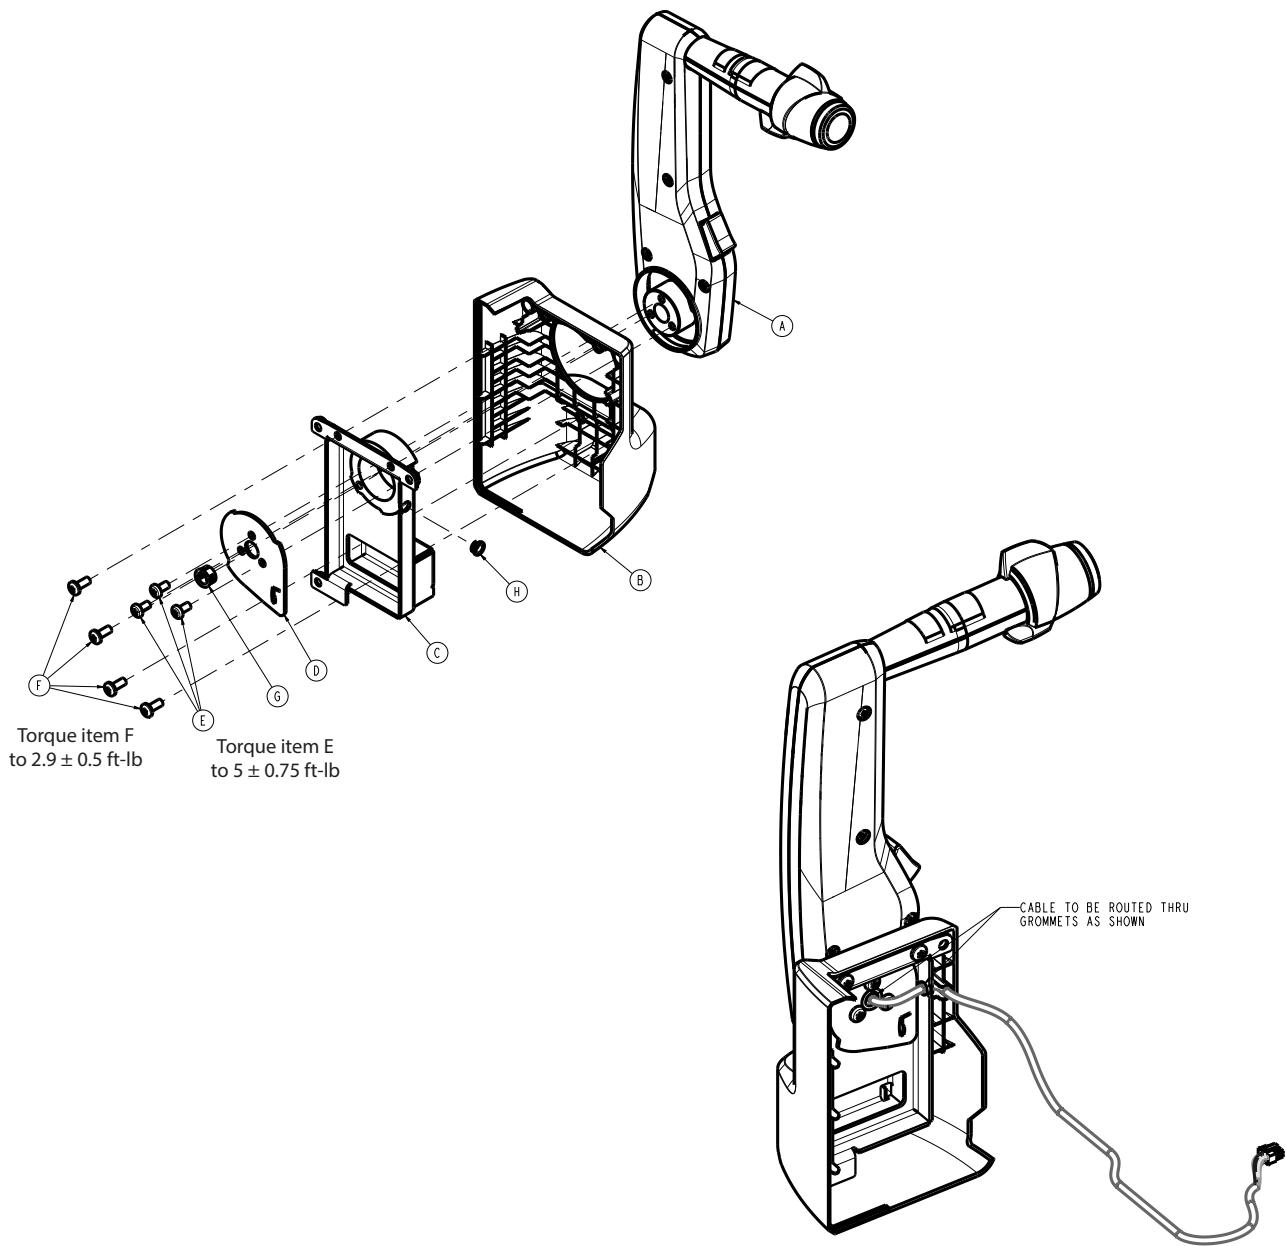

Figure 74 – Retrait de la poignée d'entraînement Zoom
12. À l'aide d'une clé Torx T30, retirer les trois vis (E) qui fixent la poignée d'entraînement Zoom (A) au pare-chocs (B) et retirer la plaque pivot (D) (Figure 74). Conserver la plaque pivot.